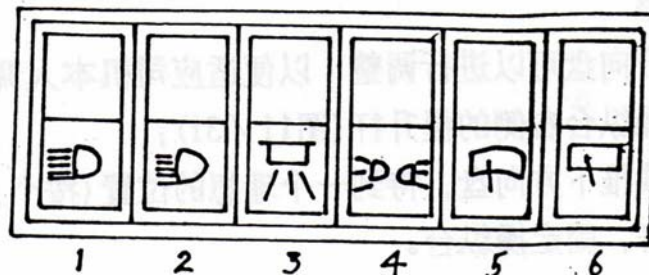

Fig. 13
7.3.4 Six-gang switch (Fig. 13)